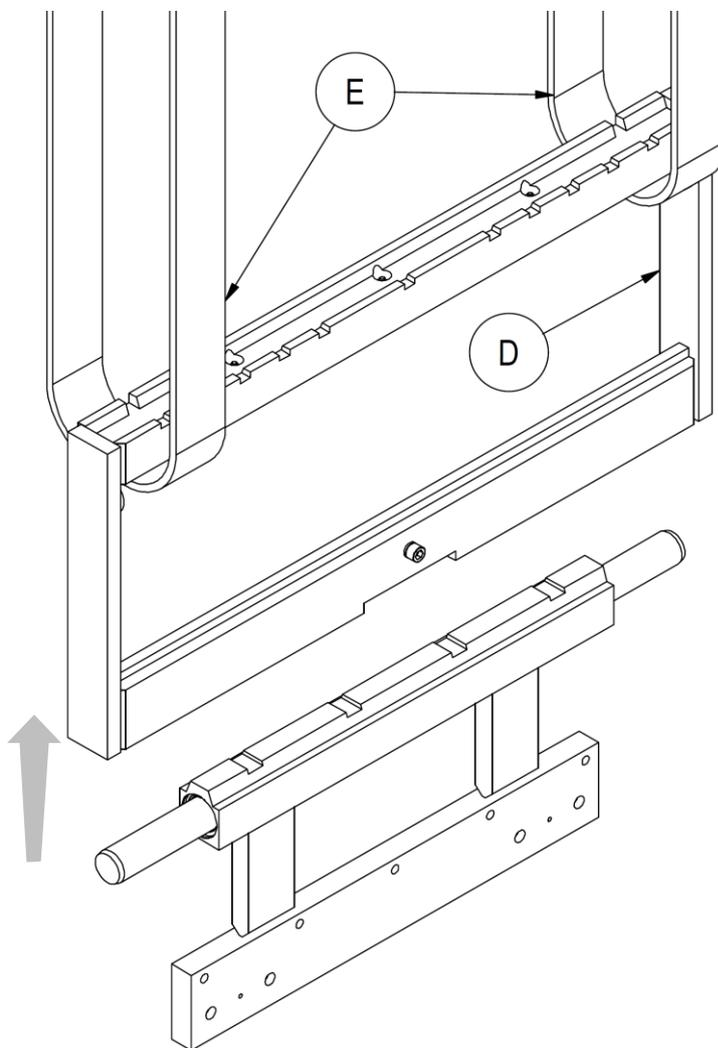

Figura 3
6. Rimuovere il corpo mobile **D** con l'ausilio di fasce **E** opportunamente dimensionate al peso della struttura (come in *Figura 3*), sollevandolo con un carrozzone o paranco di portata adeguata.
2. Rimuovere la parte mobile con l'ausilio di fasce idonee, come indicato nella *Figura 3*, a pag. 10.